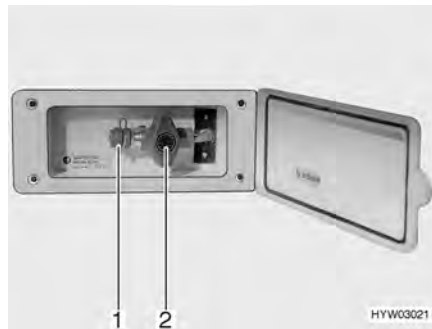

Fig. 126 Toma exterior de gas, válvula de paso de gas cerrada
La toma externa de gas (Fig. 126) está, en función del modelo, en la parte trasera o en el lado izquierdo o derecho del vehículo.
- Conectar el aparato de gas externo en el punto de conexión (Fig. 126,1).
- Abrir la válvula de paso de gas (Fig. 126,2).